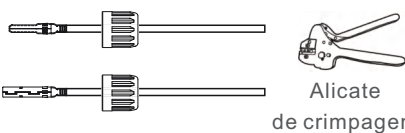

Figura 4.10 Crimpagem do pino de contato ao fio
3. Prenda o pino de contato ao fio usando um crimpador de fio adequado (veja a figura 4.10).